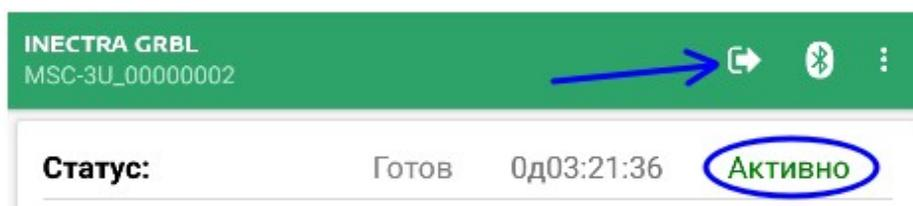

Рисунок 3: Мобильное приложение активно
- 4) Чтобы активировать мобильное приложения для полноценного управления станком, нажмите кнопку  в шапке приложения. В случае успешной активации статус приложения изменится на **Активно**, а кнопка изменит вид на  (рис. 3)